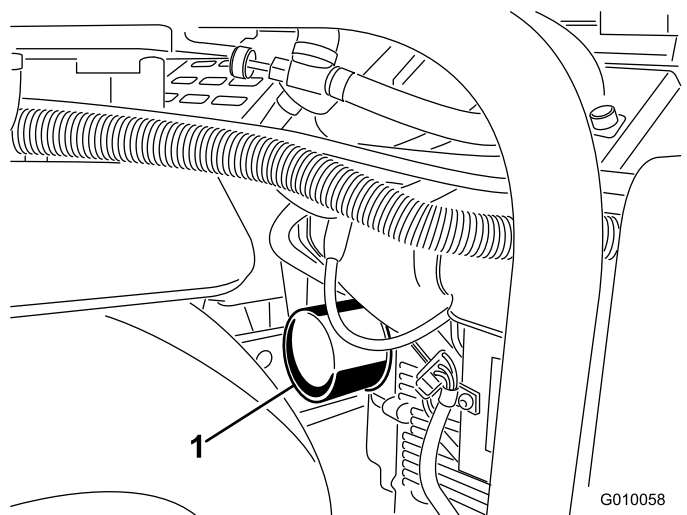
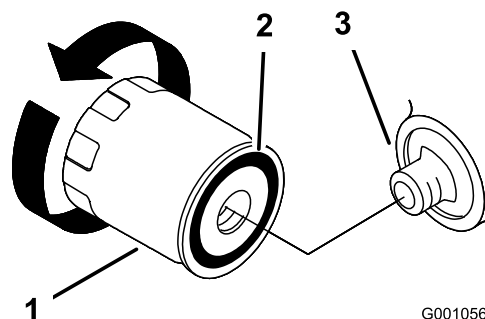

Bild 47
Bild 48
5. Stellen Sie eine flache Auffangwanne oder legen Sie einen Lappen unter den Filter, um auslaufendes Öl aufzufangen (Bild 47).
6. Entfernen Sie den Altfilter (Bild 47 und Bild 48) und wischen Sie die Dichtfläche am Anbaustutzen ab.